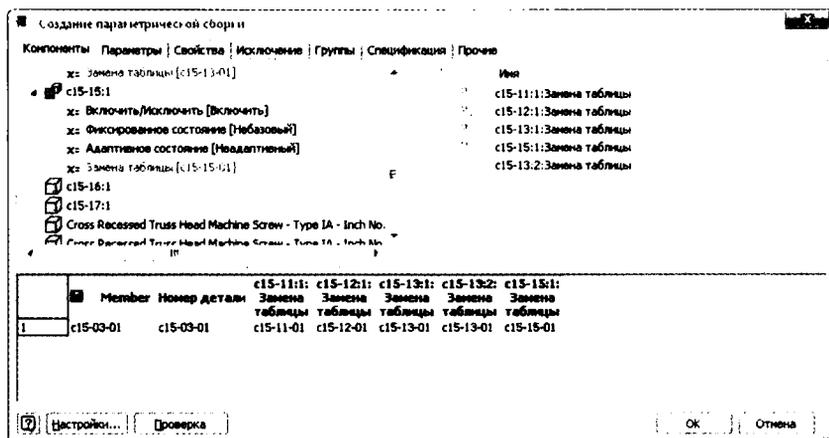

Рис. 15.15. Управление версией параметрической детали добавляется в элемент параметрической сборки
5. Повторите предыдущий шаг для c15-12, c15-13 (оба включения) и c15-15. См. рис. 15.15.